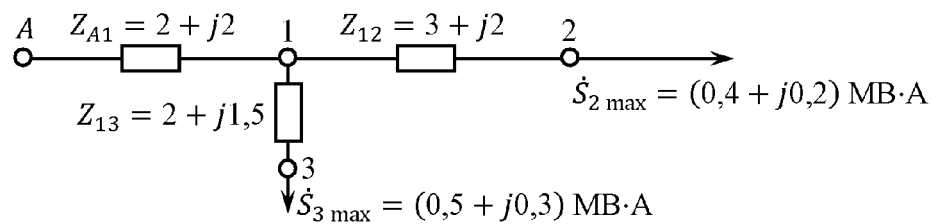

Рис. 7.2. Схема замещения сети
**Задача 4.** Определить возможность централизованного регулирования напряжения в узле  $A$  для потребителей в узлах 2 и 3. Схема замещения сети показана на рис. 7.2, графики нагрузок приведены на рис. 7.3. Номинальное напряжение сети 6 кВ. Потерями в сети пренебречь.